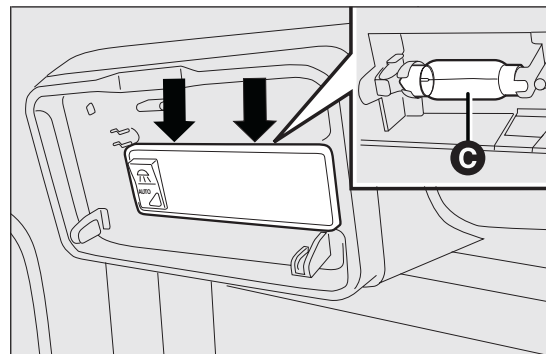

fig. 172
- sostituire la lampada C fig. 172 svincolandola dai contatti laterali accertandosi che la nuova lampada risulti correttamente bloccata tra i contatti stessi;